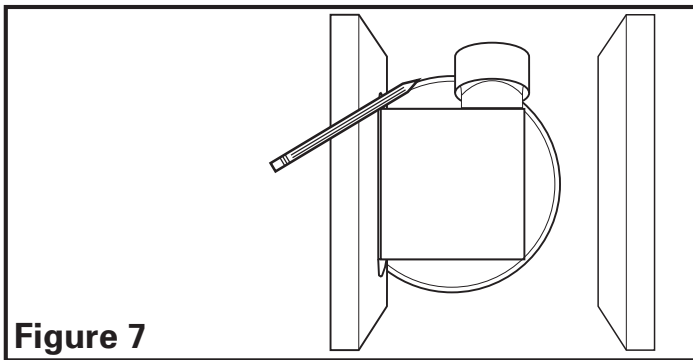

Figure 7
- 1b. **Installation des Onglets de montage:** positionner le ch ssis contre la solive et tracer un contour du ch ssis sur le mat riau du plafond (**Figure 7**). Mettre le ch ssis de ct et d couper l ouverture, en prenant soin de ne pas couper de c ble lectrique dissimul ou autre utilit . Placer le ch ssis pr s de la solive et vous assurer qu il soit effleurement avec le plafond fini. Fixer avec quatre (4) clous (non-compris) pour assurer une installation ad quate (**Figure 5**).